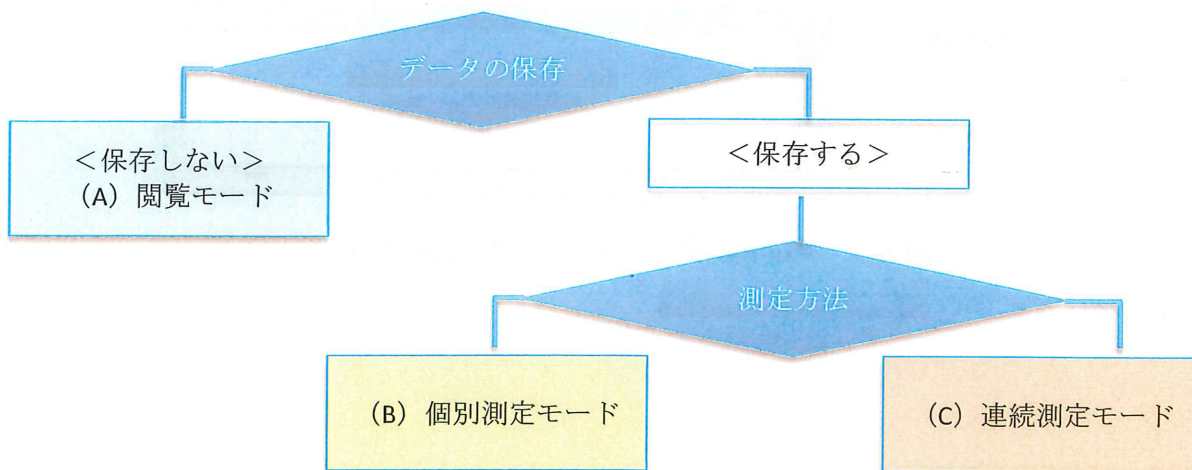

図 4-1 測定方法の選択
CTG-2 の測定方法は、音速校正の有無の他に、(A) 閲覧モード、(B) 個別測定モード、(C) 連続測定モードの 3 つの測定モードがあります。図 4-1 の手順に従って、希望する測定方法を選択してください。